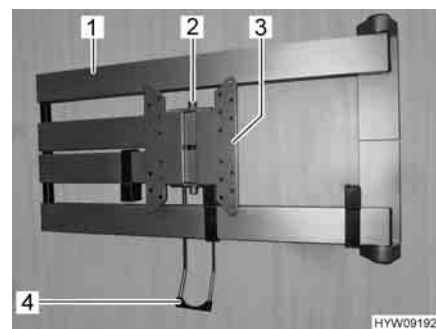

Fig. 11 Supporto con braccio snodato (alternativa)
- Ruotare lo schermo piatto all'indietro nella sua posizione iniziale, finché il supporto (Fig. 10,4 o Fig. 11,3) non si innesta nel bloccaggio (Fig. 10,3 o Fig. 11,2) producendo un suono.